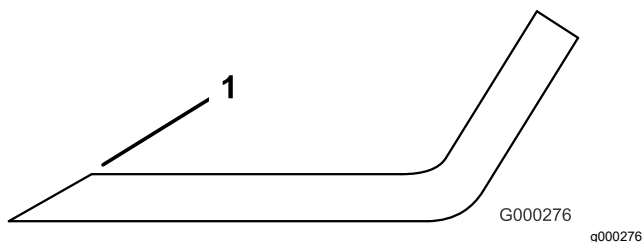

Рисунок 92
3. Проверьте режущие кромки всех ножей и заточите их, если они затупились или имеют зазубрины (Рисунок 92).
**Примечание:** Чтобы ножи всегда оставались острыми, затачивайте только верхнюю сторону режущей кромки и сохраняйте первоначальный угол заточки (Рисунок 92). Балансировка ножа не нарушается при удалении одинакового количества металла с обеих режущих кромок.